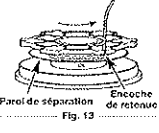

Fig. 12
2. Insérez l'extrémité d'un fil de coupe dans le trou supérieur du moulinet intérieur (Fig. 12).